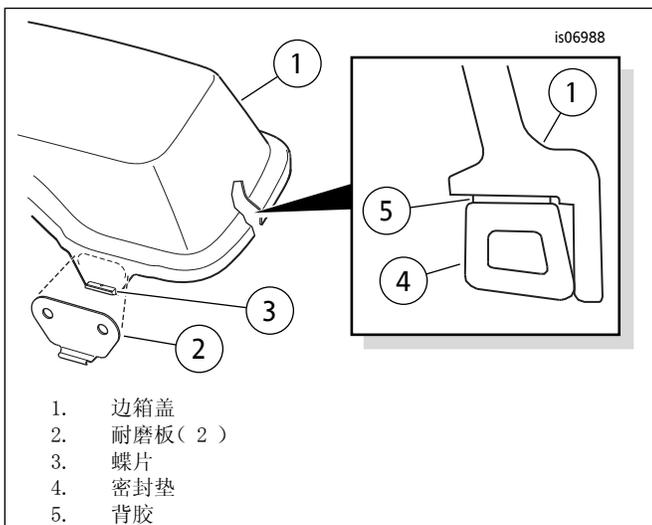

图2。将耐磨板和密封垫组装至边箱盖
2. 参见图2。去掉一个耐磨板(2)背胶上的衬垫。将耐磨板仔细定位至边箱盖(1)，在蝶片(3)上对中，然后用力按压到位。将耐磨板保持在原位不动并继续按压大约一分钟。在盖另一端对第二块耐磨板重复操作。
- 定位密封垫，使高边缘朝向盖的外缘，如图2所示。
4. 逐渐去掉边箱盖密封垫(4)的背胶衬垫(图2：项目5)，同时围绕盖内侧一周(1)将密封垫按压到位，如图所示。